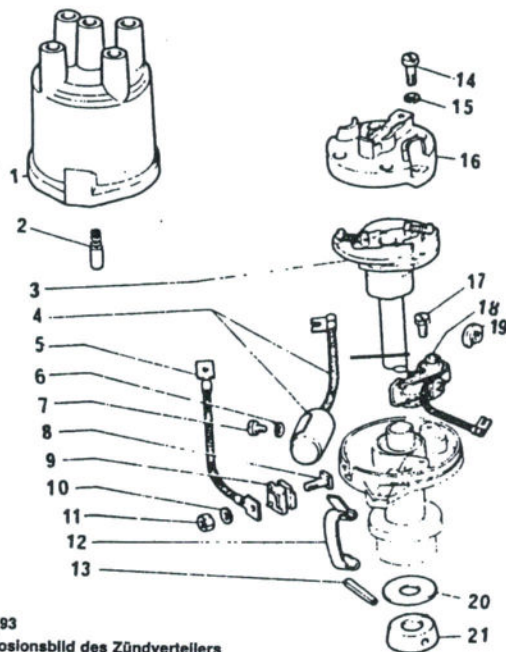

Bild 93
Unter Bezug auf Bild 93 die Schleifkohle (2) kontrollieren. Diese ist federgespannt und sollte leicht zurückspringen, nachdem man sie mit dem Finger in die Kappe gedrückt hat. Die Bürste muss genügend lang sein, um den Läufer zu berühren. Überprüfen, ob die Fliehgewichte an der Verteilerwelle zurückkommen, nachdem man die Welle festhält und den Läufer verdreht. Beim Loslassen sollten die Fliehgewichte unter Federspannung zurückspringen, ohne jedoch grösseres Spiel zu zeigen. Falls dies nicht der Fall ist, sind entweder die Fliehgewichte auf den Lagerbolzen festgefressen oder die Federn sind ermüdet oder gebrochen.
Läufer («16» in Bild 93) auf Rissstellen oder Abbrand am Kontaktstreifen kontrollieren. Ebenfalls die Spitzen des Nockens an der Verteilerwelle überprüfen und die Welle erneuern, falls der Nocken stark abgenutzt oder ungleichmässig verschlissen ist.
Niederspannungsleitung auf Isolierungsbruch, Unterbrechung oder Brandstellen kontrollieren. Die Unterbrecherkontakte («18» in Bild 93) müssen sich in einwandfreiem Zustand befinden, oder sie sind als Satz zu erneuern, wie es weiter hinten beschrieben wird.